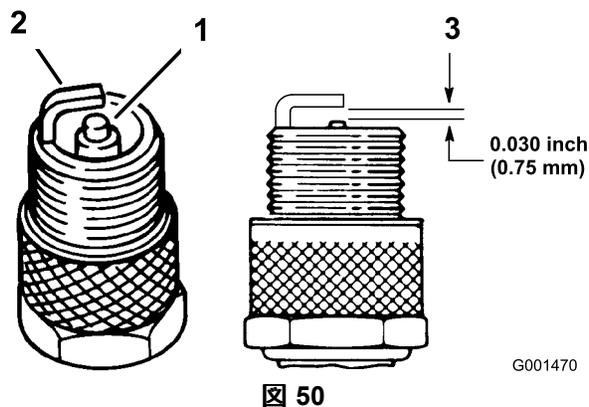

図 50
- 中央の電極部(図50)を観察する。絶縁体部がうす茶色や灰色なら適正、黒い汚れがある場合にはエアクリーナの不良を考える。
- 点火コードを接続する図50。
- プラグの電極間のエアギャップ(図50)を点検し、適正值から外れていれば外側の電極(図50)を曲げて調整する。